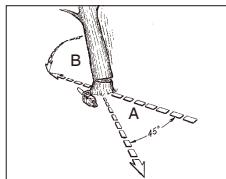

Fig. 11A
**ADVERTENCIA:** Debe planificarse una vía de retirada (A) y despejarse según sea necesario antes de iniciar los cortes. La vía de retirada debe extenderse hacia atrás y en diagonal hasta la parte trasera de la línea de caída esperada, como se muestra en la ilustración de la Fig.11A.
**NOTA:** La dirección de caída (B) se controla mediante el corte de tala. Antes de efectuar cualquier corte, considere la ubicación de las ramas más grandes y la inclinación natural del árbol para determinar la manera en la que caerá el árbol
**⚠ ADVERTENCIA:** A medida que el corte de derribo se aproxima a la bisagra, el árbol debe empezar a caer. Cuando el árbol empiece a caer, retire la sierra del corte, detenga el motor, baje la motosierra y abandone la zona por la vía de retirada (Fig. 11A).